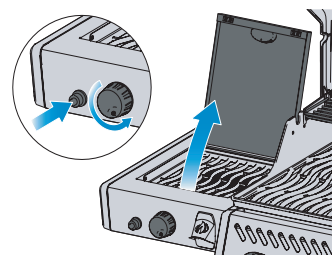

Рис. 3
4. Если горелка не зажигается, поверните ручку горелки в положение «Выкл» по часовой стрелке и подождите 5 минут. Повторите шаг 2 и шаг 3. (Рис. 3)